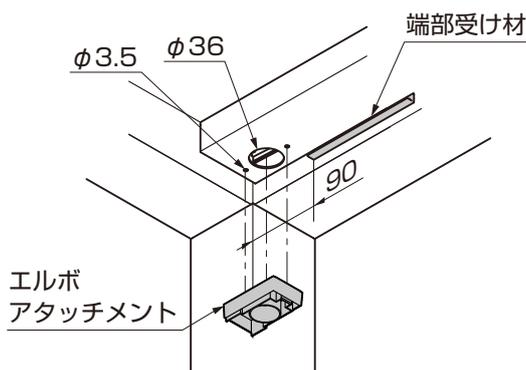

図11-125 A部詳細図
- ①エルボアタッチメントを樋にあて、ポンチ等でケガキ、ドリルで水抜き穴 $\phi 36$ とエルボアタッチメント取付穴 $\phi 3.5$ をあけてください。(図11-125、11-126参照)
- 以降の施工手順はP.65の③から、P.66の④の手順を参考にしてください。
- 端部受け材は堅樋がつく側の端部から90mmの範囲は取付けしないでください。(図11-125参照)